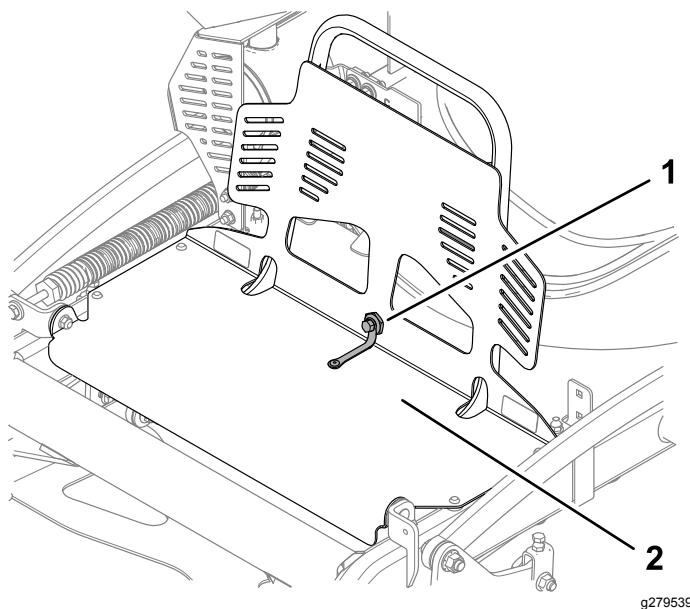

Figura 35
2. Fissate la protezione del motore alla protezione della prolunga con il bullone e il dado di spallamento come illustrato nella Figura 35.